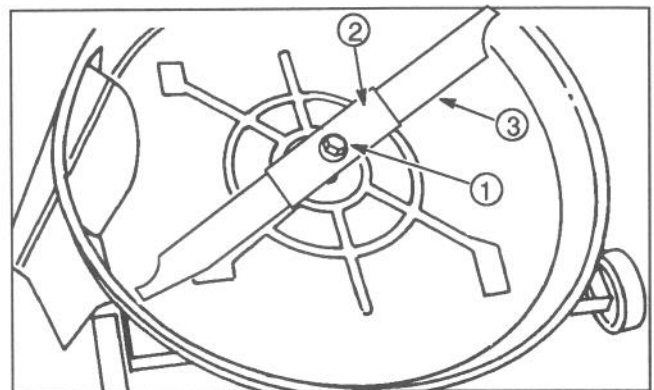

Abbildung 21
6. Das Ende des Messerbalkens mit umwickeltem Lappen oder mit einem schweren, wattierten Handschuh festhalten. Jetzt die Messerbalken-Befestigungsschraube, Unterlegscheibe und das Messer entfernen (Abb. 21).
9. Den Messerbalken, die Balkenverstärkung, Unterlegscheibe und Messerbalkenschraube (Abb. 21) in dieser Reihenfolge montieren. Die Schraube auf 61–81 Nm festziehen.
7. Während der Mäher hochkant steht, den Zustand des Messerbalkens prüfen (Abb. 21).